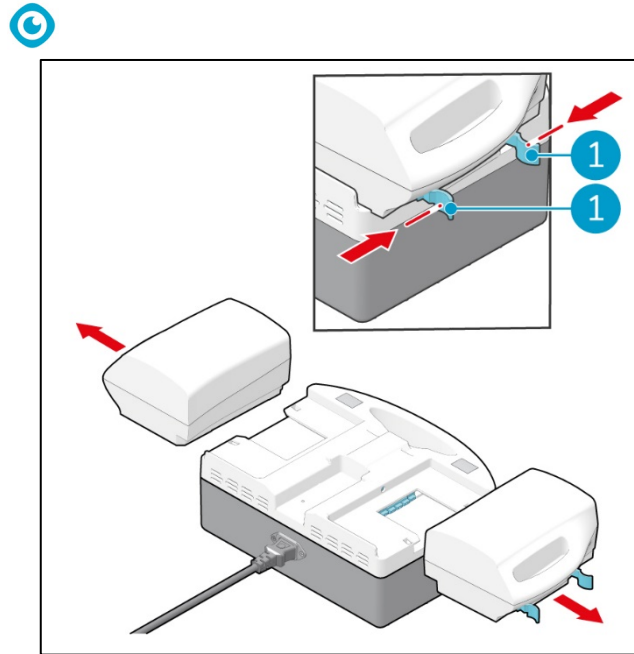

Figure 9
5. Appuyez sur les clips en plastique de la batterie (Figure 9, pos. 1) pour les rapprocher légèrement l'un de l'autre.